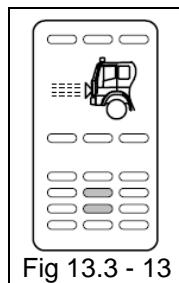

Fig 13.3 - 13
- Acione o interruptor Iluminação da área traseira (Fig 13.3 - 13).